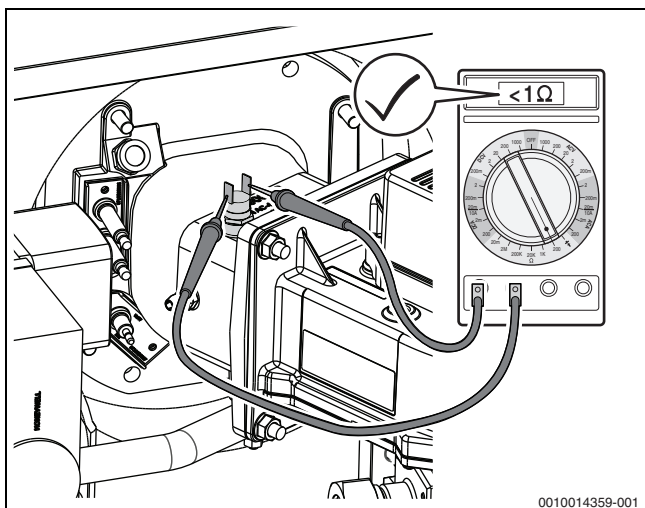

Рис. 70 Измерение электрического сопротивления на контактах реле контроля температуры (реле в порядке)
- ▶ Измерьте электрическое сопротивление на контактах реле контроля температуры (→ рис. 70).